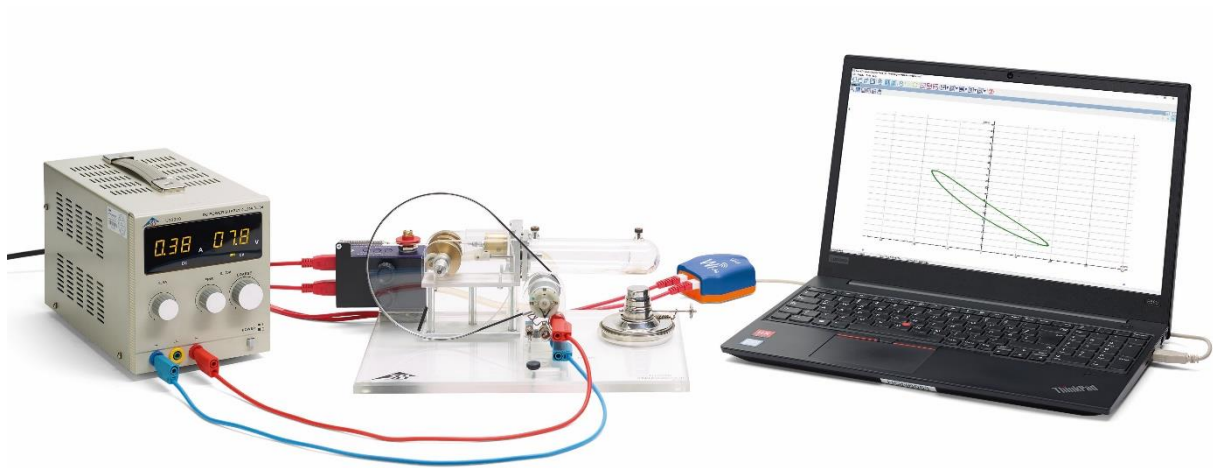

Fig. 1 Montagem de experiência para o registro do diagrama pV do motor de Stirling G
- Montar a experiência segundo a fig. 1.